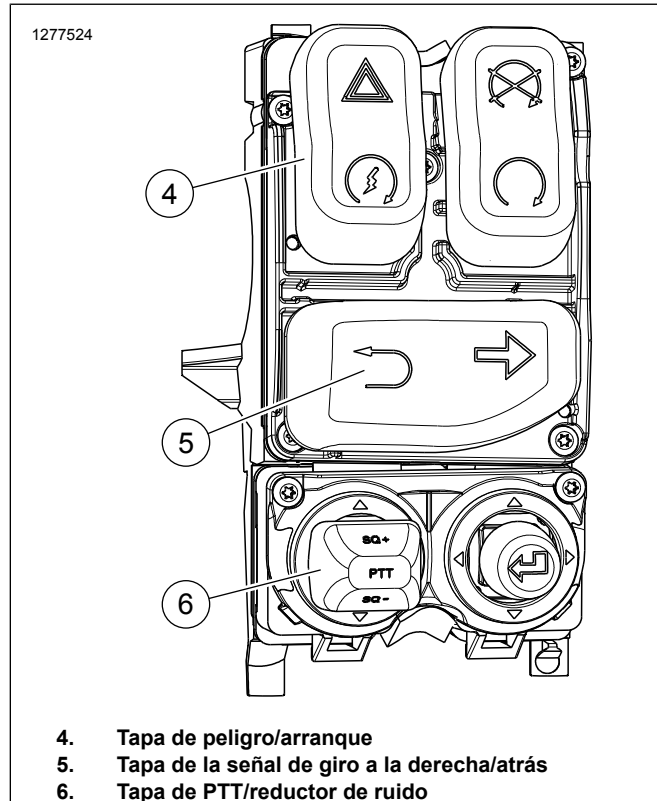

Figura 7. Vista del control derecho 2019 y posteriores después del reemplazo de la tapa del interruptor
2. **Modelos Touring:** Vea Figura 7 . Instale el módulo de control manual del lado derecho, N.º pieza 71500130C. Vea el manual de servicio.
- c. Vea Figura 7 . Instale la tapa de la señal de giro a la derecha/atrás (5) en el nuevo módulo de control.